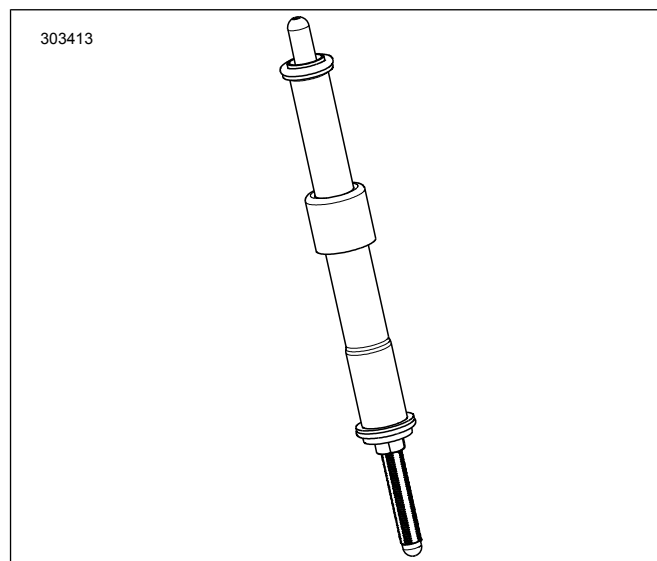

Figura 4. Haste de impulsão instalada na cobertura da haste de impulsão
7. Ver a Figura 4. Instale as hastes de impulsão de admissão nas coberturas da haste de impulsão. Substitua os O-rings, a cobertura da haste de impulsão inferior e o fixador da cobertura de mola pelos novos componentes fornecidos no kit. Certifique-se de que a extremidade do ajustador da haste de impulsão está em baixo.